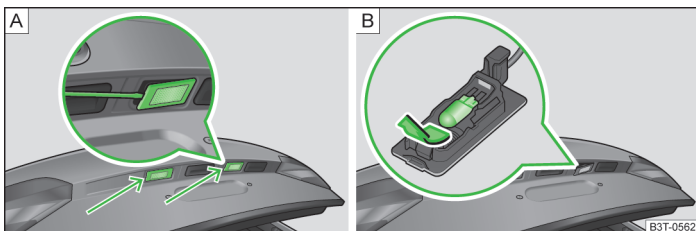

Abb. 210 Kennzeichenleuchte ausbauen / Glühlampe wechseln
- › Einen Schlitzschraubendreher an der mit dem Pfeil gekennzeichneten Stelle » Abb. 210 - [A] einsetzen, leicht eindrücken und die Feder entriegeln.
- › Die defekte Glühlampe aus dem Halter in Pfeilrichtung herausziehen » Abb. 210 - [B].